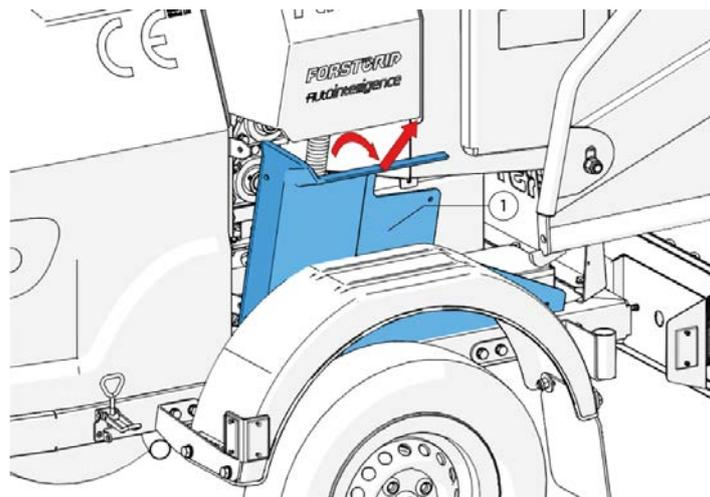

Figure 52 - Dépose du panneau latéral
4. Déposez le panneau latéral (1, Figure 52).